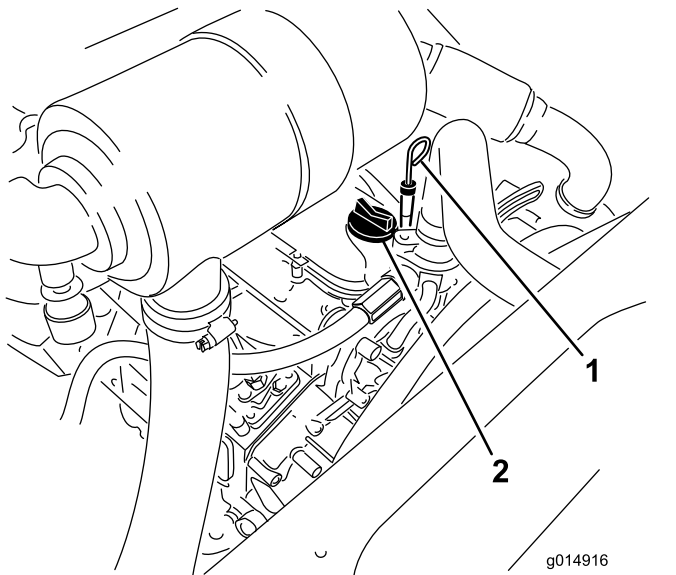

Figura 31
3. Togliete l'asta di livello, asciugatela e reinsertela (Figura 31).
5. Se l'olio non raggiunge la tacca di PIENO (Full), togliete il tappo di riempimento (Figura 31) e aggiungete olio finché il livello non raggiunge la tacca di PIENO. **Non riempite troppo.**